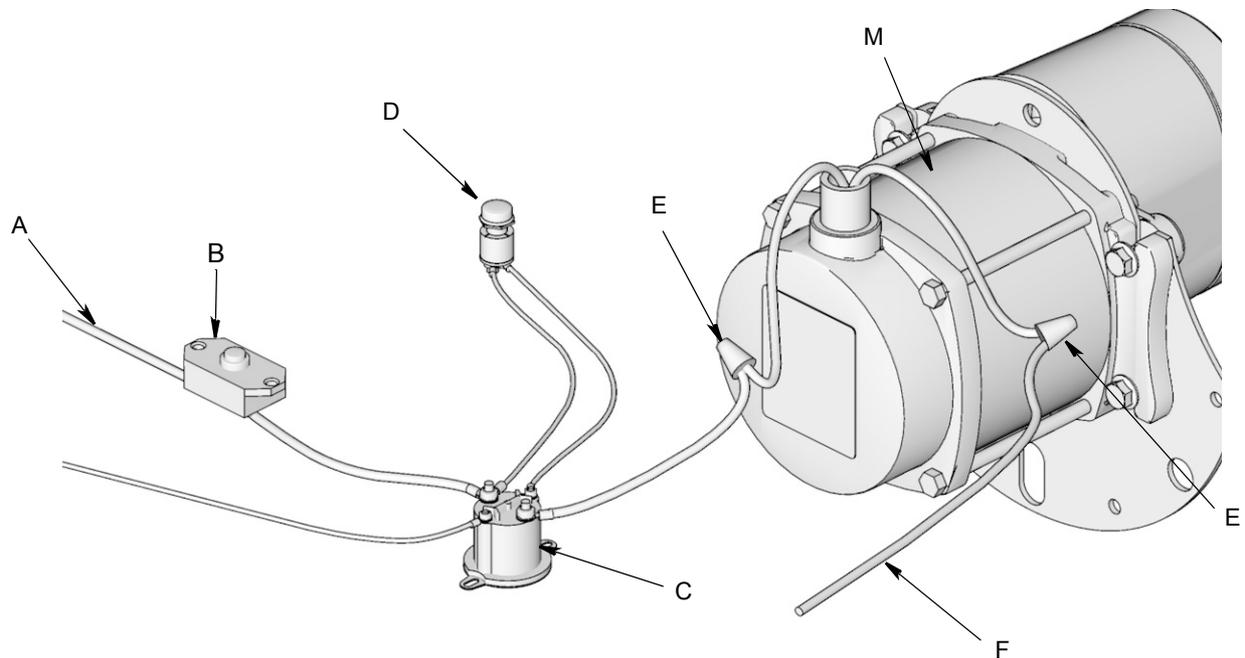
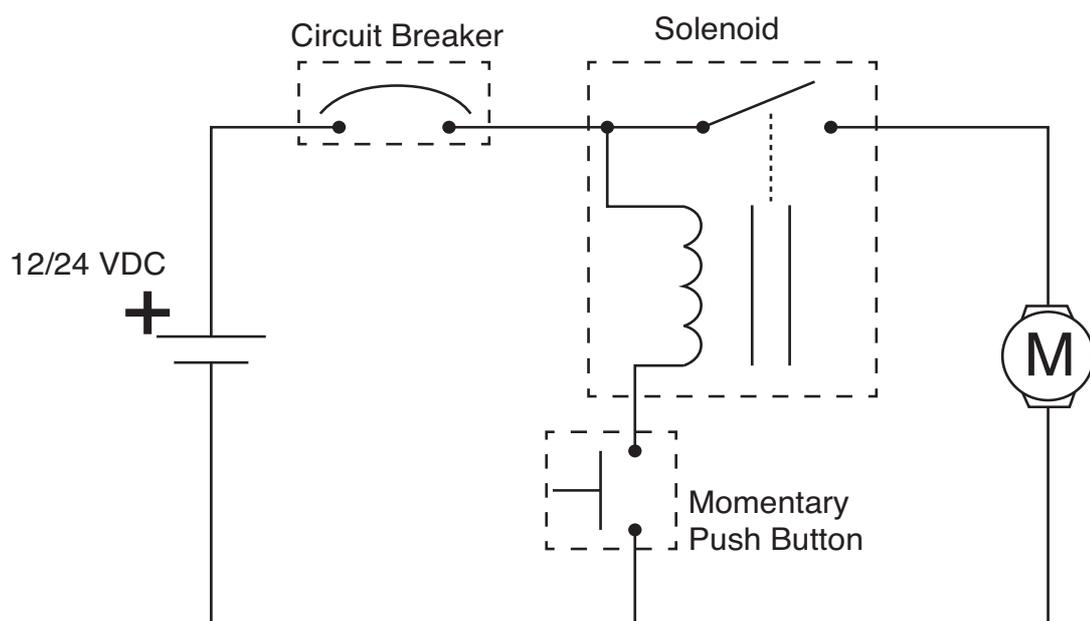

FIG. 8
FIG. 9
2. Schaltplan in FIG. 8 und Stromlaufplan in FIG. 9 befolgen.